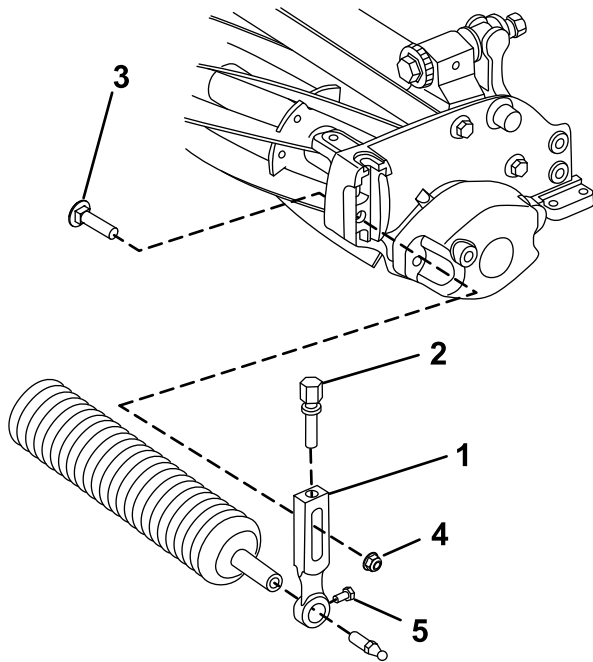

Figura 3
1. Retire el perno avellanado y la contratuerca con arandela prensada que sujetan uno de los brazos de ajuste de la altura de corte a la chapa lateral de la unidad de corte (Figura 3).
5. Sujete provisionalmente el rodillo a la unidad de corte con el brazo de ajuste de la altura de corte y las fijaciones retiradas anteriormente (Figura 3).
7. Apriete los tornillos de montaje del rodillo (Figura 3).
2. Afloje los tornillos de montaje del rodillo de los brazos de ajuste de la altura de corte (Figura 3).
3. Introduzca el eje del rodillo en el brazo de ajuste de la altura de corte del otro lado de la unidad de corte (Figura 3).
4. Coloque el brazo de ajuste de la altura de corte sobre el eje del rodillo (Figura 3).